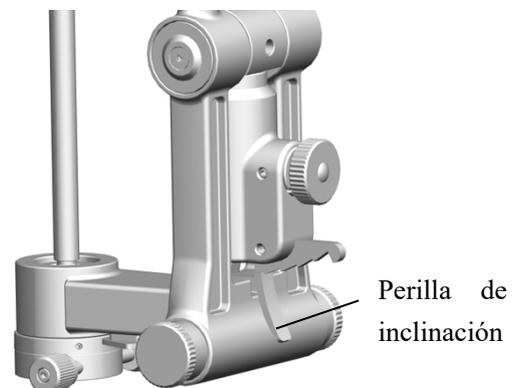

Figura 3.4.5
5. Incline la luz de iluminación. Cuando se usa una lente de contacto y se usa una vista de corte en hendidura o un examen de fondo de ojo, se requiere iluminación oblicua. Al presionar hacia abajo la palanca de inclinación, los componentes de iluminación se pueden inclinar de 5 a 20 (cada 5a marcha) (consulte la Figura 3.4.5). **Dado que este método puede tocar la cabeza del paciente, tenga cuidado.**